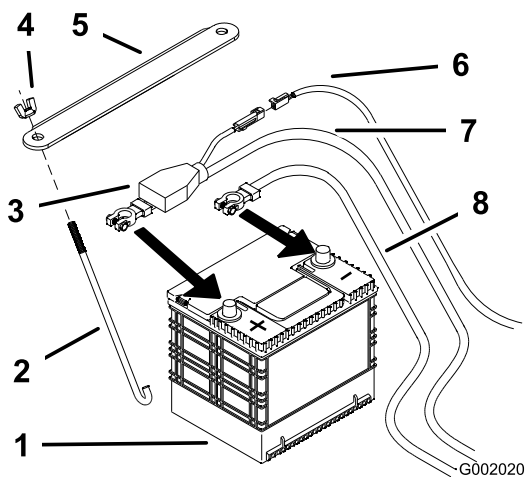

Figura 54
4. Primero desconecte el cable negativo del borne negativo (-) de la batería (Figura 54).
5. Retire la cubierta de goma roja del borne positivo (rojo) de la batería. Luego retire el cable positivo (rojo) de la batería (Figura 54).
1. Coloque la batería en la bandeja, con los bornes frente al depósito de aceite hidráulico (Figura 54).
4. Fije los cables con 2 pernos (1/4 x 3/4 pulg.), 2 arandelas (1/4 pulg.), y 2 contratuercas (1/4 pulg.) (Figura 54).
6. Fije la batería con pernos en J, una brida de sujeción, 2 arandelas (1/4 pulg.) y 2 tuercas de orejeta (1/4 pulg.) (Figura 54).